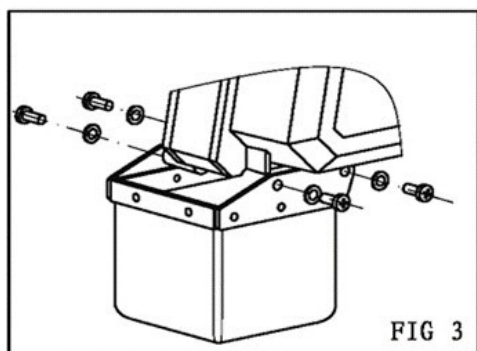

FIG. 3 — Dépose du sac à chaîne
DÉPOSE ET INSTALLATION DE LA CHÂÎNE DE CHARGE (FIG. 3, 4 et 5)
- 1) Retirez le sac à chaîne (FIG. 3).